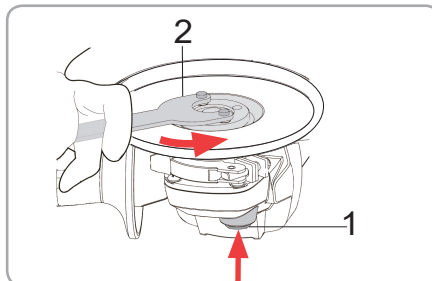

Fig.8
- Apăsăți puternic pârghia de blocare a axului astfel încât arborele să nu se poată roti Fig. 8 (1)
- Folosiți cheia pentru piuliță și strângeți ferm în sens orar. Fig. 8 (2)